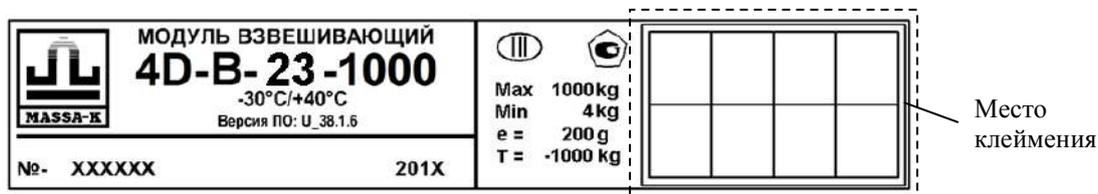
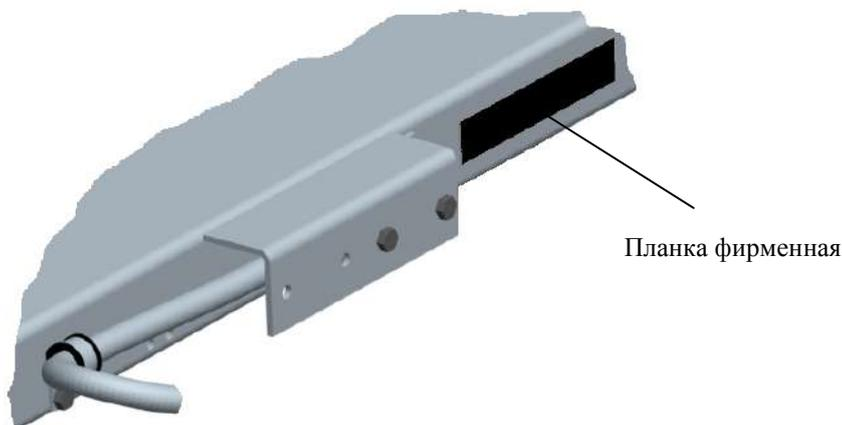

Рис. 14.1 – Планка фирменная
Рис. 14.2 – Местоположение планки
14.5 После поверки нанести на планку фирменную модуля (Рис. 14.1, Рис. 14.2) оттиск поверительного клейма.